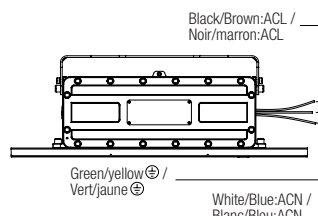

Figure 0-4
7. Please complete wiring with suitable listed water proof conduit fitting and conduit as per local standard, and make sure there is a good joint protective measures. (Figure 0-4)
7. Complétez le câblage à l'aide d'un raccord et d'un conduit étanches homologués, conformément à la norme locale, et assurez-vous que les mesures de protection des joints sont bonnes. (Figure 0-4)